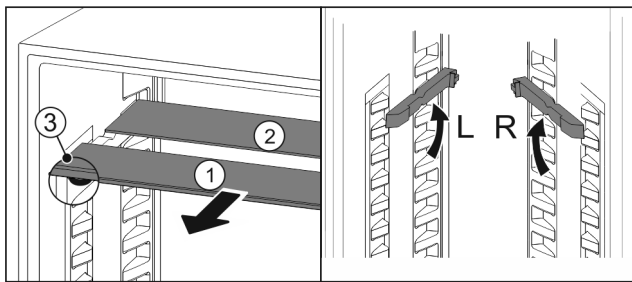

Fig. 123
- Extrageți Fig. 123 (1) pe rând plăcile de sticlă spre înainte.
- ▷ Placa de sticlă Fig. 123 (1) cu șipca decorativă se află în față.
- ▷ Opritoarele Fig. 123 (3) indică în jos.